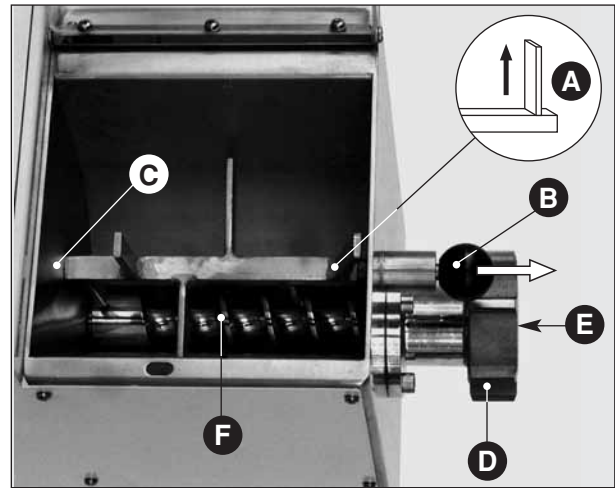

Fig. 13
- Malaxeur: s'assurer que la pale extérieure est en position verticale haute (Fig. 13 A)
Pour le modèle TR 70: démonter le malaxeur, tirer le pommeau (**Fig. 13 B**) jusqu'à dégager le malaxeur;
pour le modèle TR 75/E: démonter le malaxeur en dévissant le support mobile extérieur jusqu'à dégager le malaxeur (**Fig. 13 bis A**).
Désengager l'arbre carré de son logement (**Fig. 13 C**) et tourner simultanément l'extrémité externe vers le haut. Pour le montage de la pièce, opérer dans le sens inverse en faisant attention à aligner le siège central de l'arbre avec le centreur du support mobile; puis relâcher le pommeau.
- Douille (**Fig. 13 D**) et filière (**Fig. 13 E**): dévisser la douille à la main, en faisant attention dès que la douille sort de son logement à ne pas faire tomber les pièces (il ne faut pas se faire mal, ni endommager les pièces).
- Vis de sélection (**Fig. 13 F**): une fois que la douille est démontée avec la filière, on peut extraire la vis de sélection facilement en la prenant par l'extrémité interne et en la poussant en-dehors de la spirale.
Fig. 13 bis